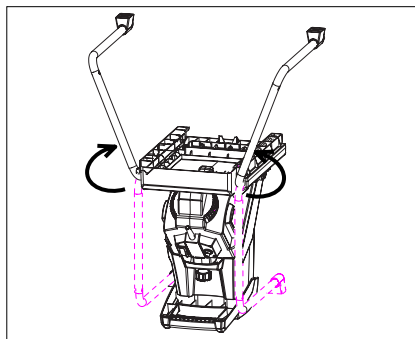

Fig. 1
1. Placez l'appareil à l'envers sur une surface plane et faites pivoter les deux supports de l'extérieur de l'appareil en position verticale (fig. 1).